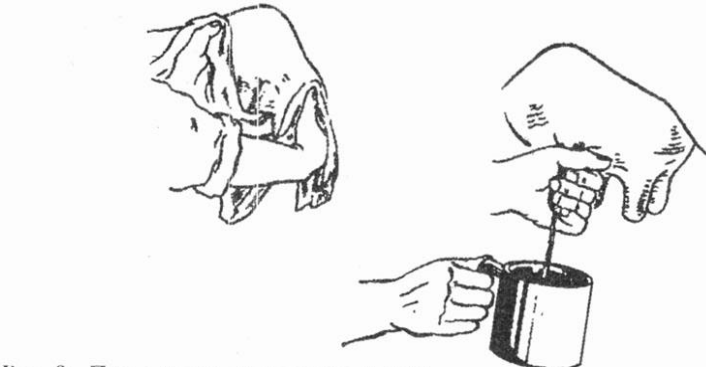

Рис.21
- 1) обмыть вымя чистой тёплой водой, обтереть полотенцем (рис. 21), одновременно проводя массаж вымени;
- 2) первые струйки молока из каждого соска сдоить вручную (рис. 21);